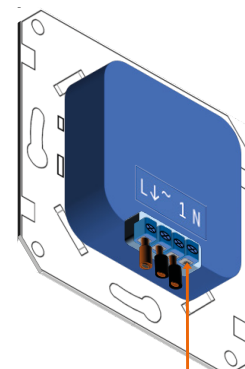

Afbeelding B1
- Strip de draden voldoende (ca. 5 mm) en steek deze in de juiste aansluitklemmen van de dimmer (afbeelding B1 / B2).
- Sluit de dimmer aan volgens de tekening; in het geval van alleen één dimmer, afbeelding B1 / C toepassen. In geval van een 'hotelschakeling' tekening B2 / D (of E) toepassen, afhankelijk van waar de dimmer geplaatst wordt.
- Stel met de dimmerknop (1) de minimale en maximale lichtsterkte van de lichtbron in (zie instellen, c & d).
- Draai de dimmerknop (1) voor de gewenste dimstand en druk deze (kort) in om de dimmer uit- en aan te schakelen.
- Strip the wires sufficiently (about 5 mm) and put these in the right connectors of the dimmer (figure B1 / B2).
- Connect the dimmer according the applicable drawing; In case of one dimmer switch only, apply figure B1 / C. In case of 'hotel switch' apply drawing B2 / D (or E), depending on where the dimmer is placed.
- Adjust with the dimmer knob (1) the minimum and maximum dimming level of the light source (programming b & c).
- Place the window and cover plate on the dimmer (fasten the nut tight (2) and place the knob.
- Turn the dimmer knob (1) for the desired dim setting and press it (shortly) to switch the dimmer off and on.